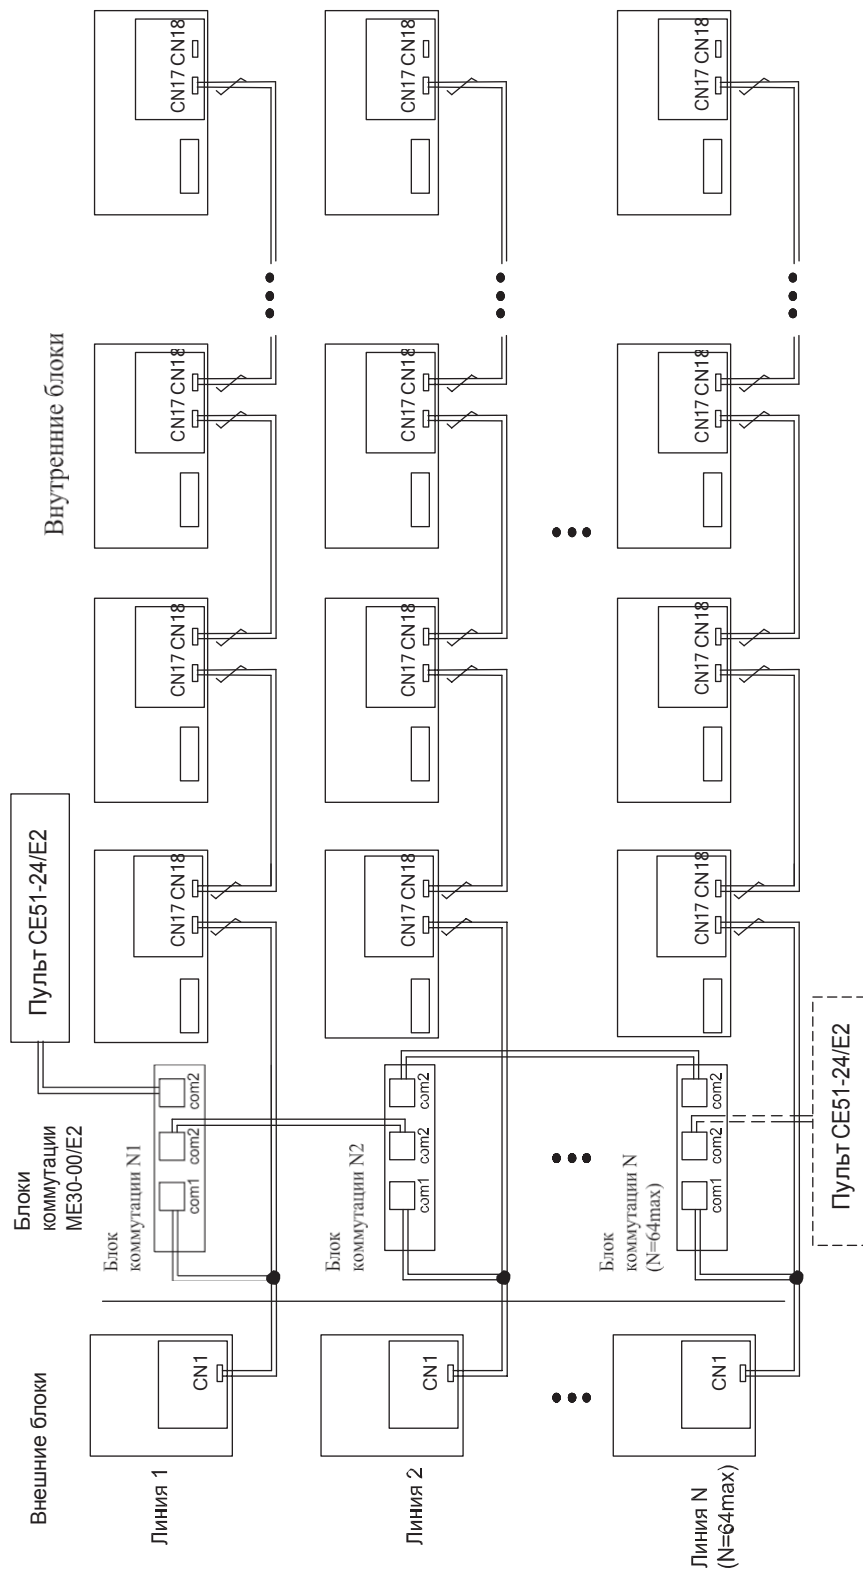

Рис. 7.24
7.5.11 Схема подключения центрального пульта СЕ51-24/Е(М) (Рис. 7.24)